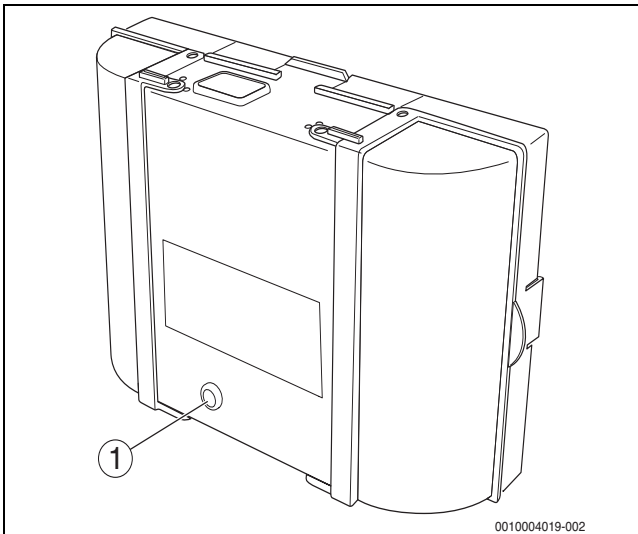

Bild 87 Störungen am Feuerungsautomaten zurücksetzen
- ▶ Taste „Entstören“ am Feuerungsautomaten drücken (→ Bild 87).